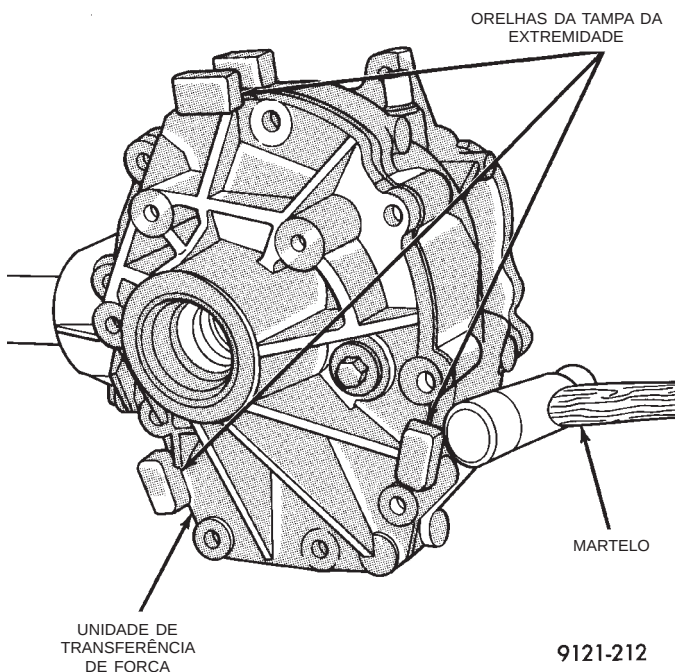

Fig. 16 Remoção da Tampa da Extremidade
(2) Bata levemente nas orelhas da tampa da extremidade para separar a tampa da caixa (Fig. 16).